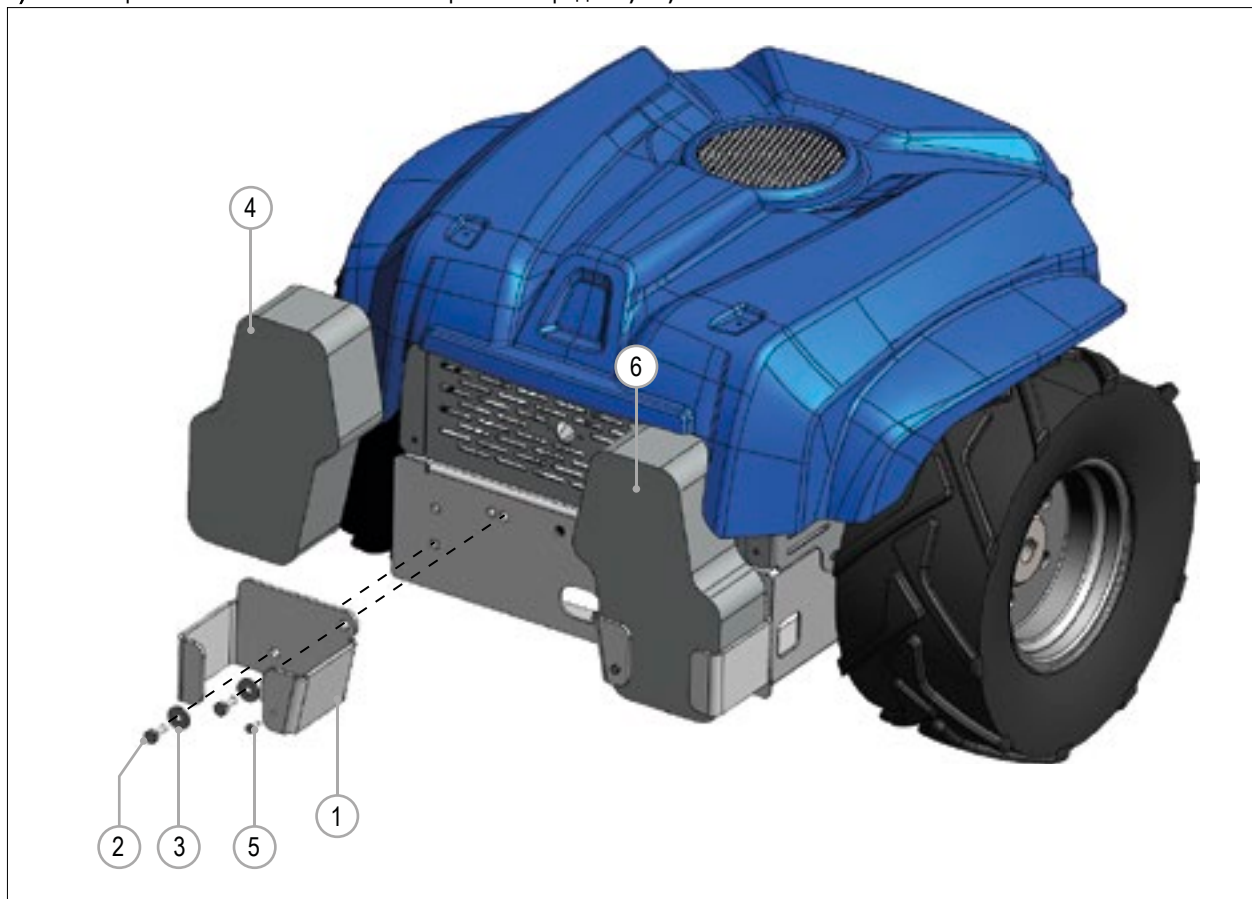

РИС. 43
- 2) Прикрепите кронштейн для противовесов (РИС. 43 - Сс. 1) к бамперу с помощью болтов и шайб (РИС. 43 - Сс. 2 и Сс. 3).
- 3) Используя подъемное устройство, установите один из противовесов (РИС. 43 - Сс. 4) на кронштейн.
- 4) Прикрепите противовес болтами (РИС. 43 - Сс. 5).
- 5) Повторите для второй части комплекта противовесов (РИС. 43 - Сс. 6).